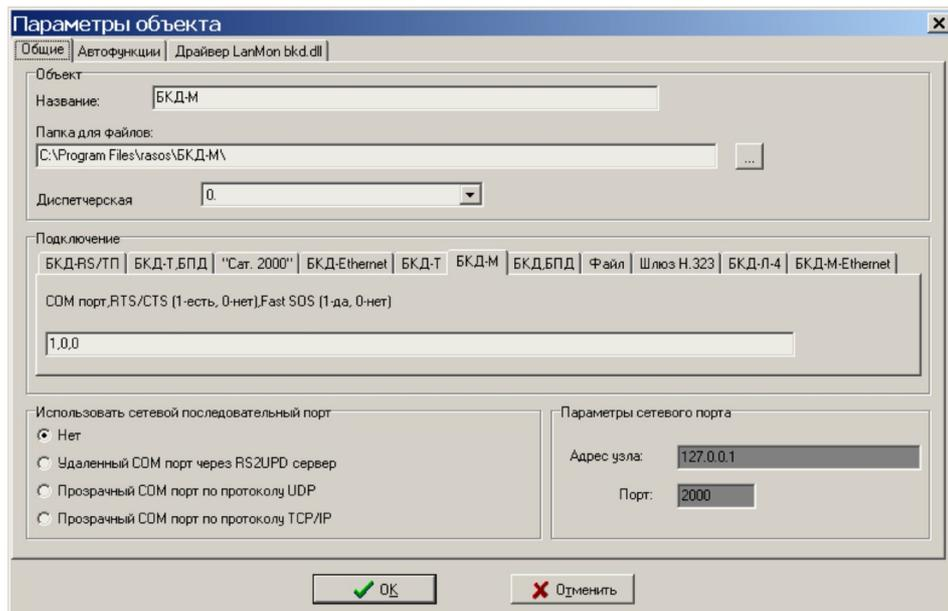

Рисунок 12
- 2) Подготовить ПЭВМ к работе, загрузить ПО RASOS, создать новый объект БКД-М, установить параметры подсоединения (рисунок 12).